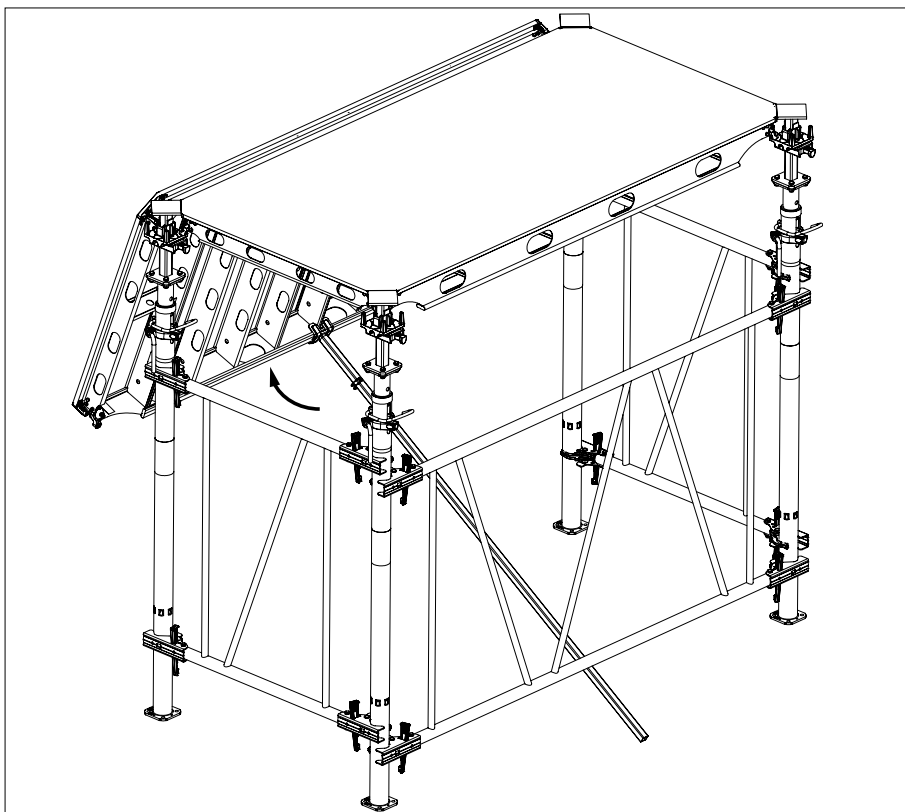

Fig. A5.07
2. Usando l'ausilio per cassaforma, ruotare il pannello in su sostenendolo temporaneamente fino a che i due puntelli successivi sono montati. (Fig. A5.07)